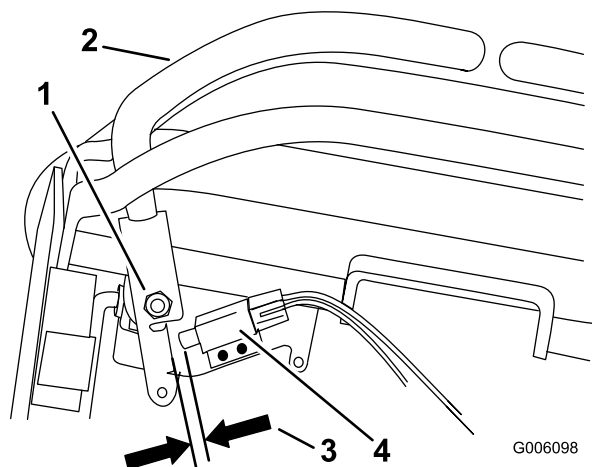

Figure 56
10. Vérifiez l'écartement entre le levier de commande et l'interrupteur comme illustré à la Figure 56. L'espacement doit être de 1,6 à 2,4 mm (1/16 à 3/32 po).